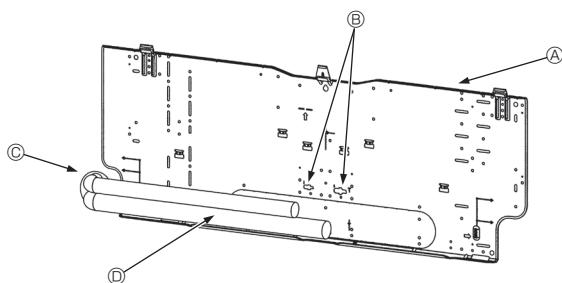

Fig. 3-5
3.3. Ved innlegging av rør i vegggen (Fig. 3-5)
- (A) Feste bord